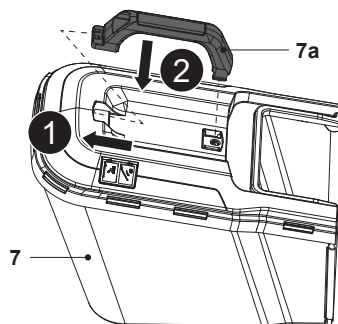

Fig. 6
2. Asamblează mânerul de transport (7a) în cele două fante de asamblare de pe cadrul superior al colectorului de iarbă (7), având grijă să-l orientezi corect (fig. 6).